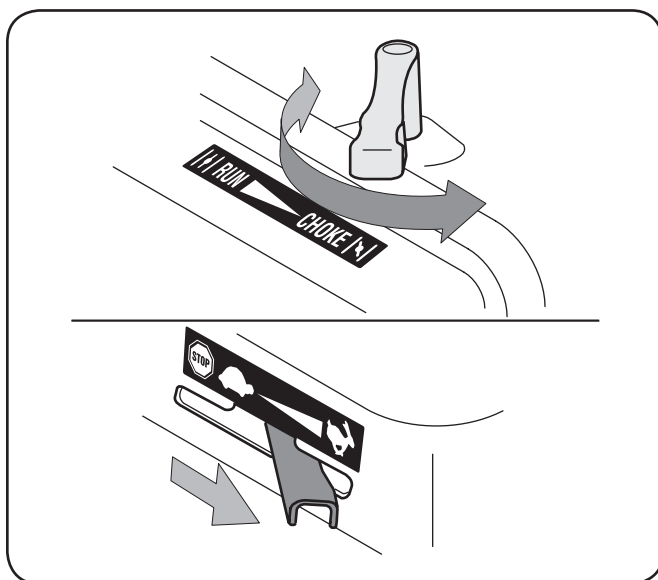

Figure 5-1
3. Mueva la palanca de control de obturación a la posición CHOKE (obturación) (de ser equipado). Vea la Figure 5-1. Si la unidad tiene una cartilla, principal el motor como instruido en el manual del operador de motor.
4. Mueva la palanca de control del regulador a la posición FAST (de ser equipado). Vea la Figure 5-1.